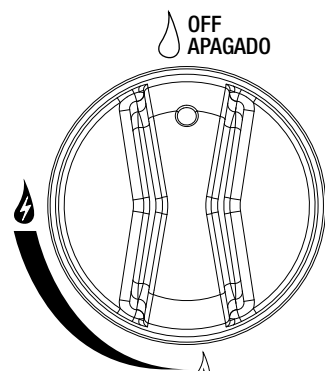

Figura 3
2. Asegúrese de que las perillas de control están en la Posición "APAGADO". Vea la Figura 3.